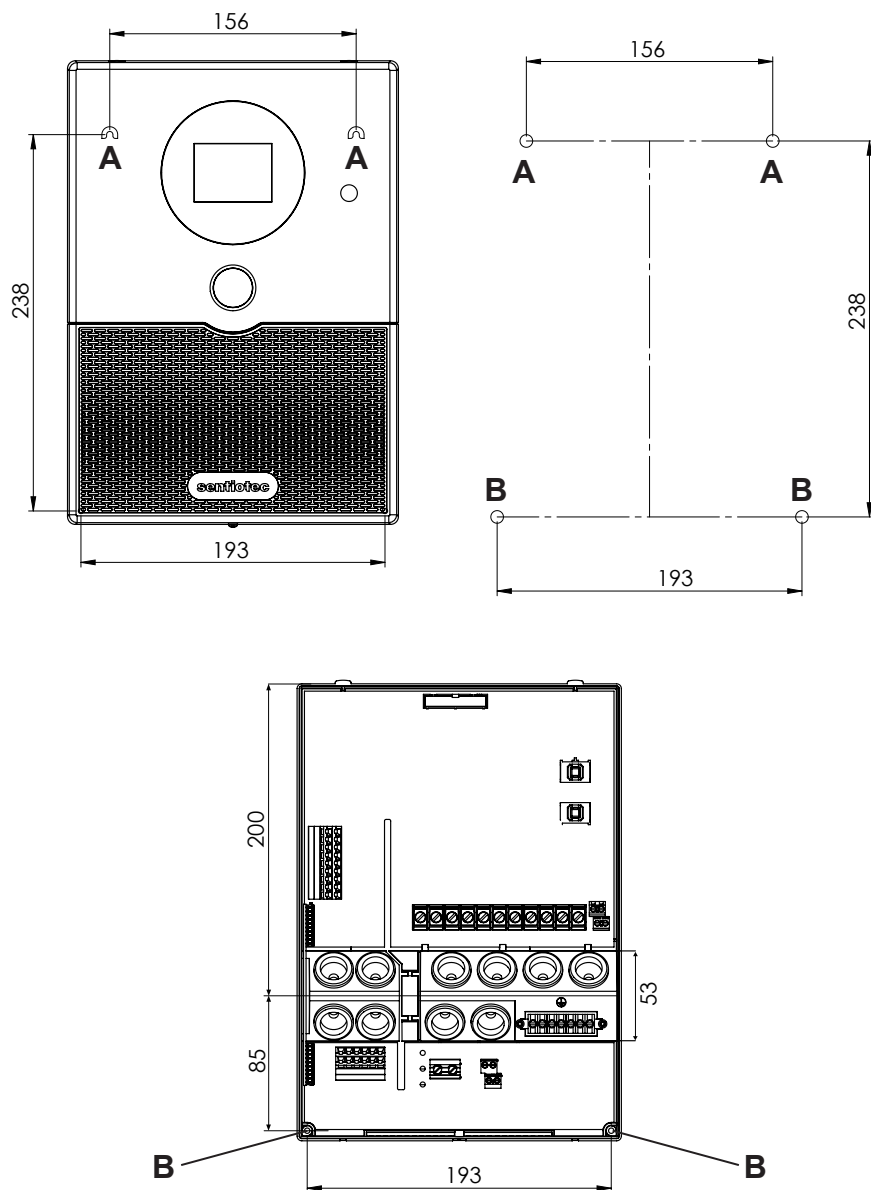

Fig. 1 Posizione del dispositivo di sospensione e dei fori di montaggio (misure in mm)
1. Avvitare due viti per truciolari ($3 \times 25\text{ mm}$) sulla parete della sauna a un'altezza di ca. 1,70 m lasciandole fuoriuscire di max. 7 mm. Le due viti devono essere posizionate a una distanza di 156 mm l'una dall'altra (vedi **Fig. 1**).
4. Con l'ausilio del dispositivo di sospensione **A**, agganciare il comando della sauna alle viti con intaglio a croce montate (vedi **Fig. 1**).
5. Avvitare due viti per truciolari (3 x 25 mm) nei fori di fissaggio inferiori **B** (vedi **Fig. 1**).